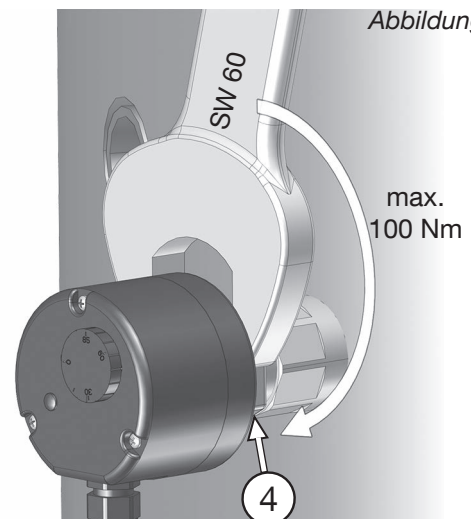

Abbildung 10
9. Drehen Sie den Heizkörper mit mehrfachen Umdrehungen nach rechts handfest. Abschließend ziehen Sie ihn über den 6-Kant des Gehäuses (4) mit dem Schraubenschlüssel SW 60 und einem Drehmoment von 100 Nm fest (Abbildung 10).